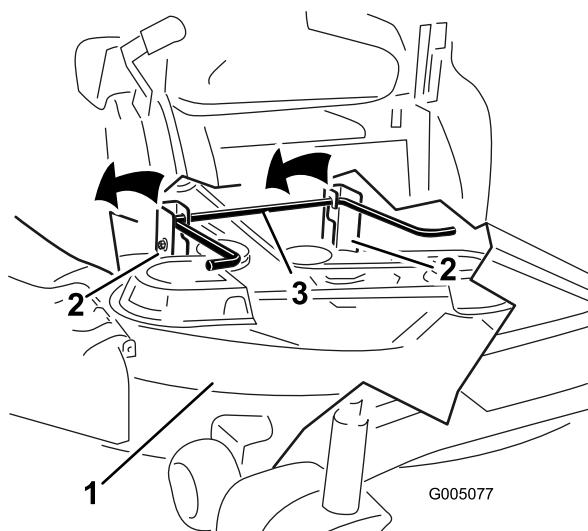

Figure 59
- 5. Soulevez et enlevez le plateau de coupe et les supports de la tige de levage arrière et abaissez la tondeuse au sol avec précaution (Figure 59).
5. Soulevez l'arrière du plateau de coupe et guidez les supports sur la tige de levage arrière (Figure 59).